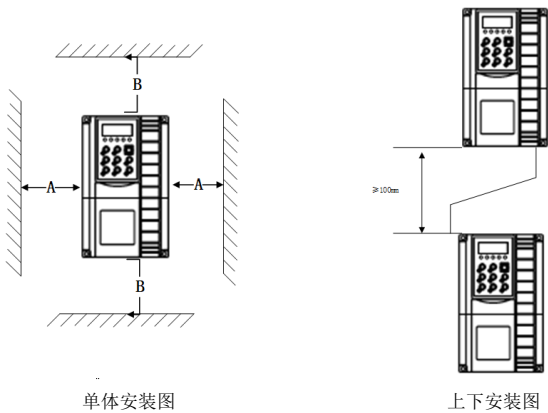

图 3-1 安装示意图
- 1) 请垂直安装控制器，便于热量向上散发。但不能倒置。若柜内有较多控制器时，最好是并排安装。在需要上下安装の場合，请参考图 3-1 的示意，安装隔热导流板。
- 2) 安装空间遵照图 3-1 所示，保证控制器的散热空间。但布置时请考虑柜内其它器件的散热情况。